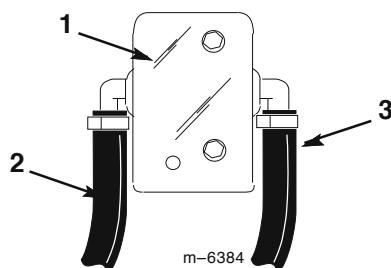

図16
14. 搅拌ホースに取り付けたS53 T字管の空いたフィッティングに短い1/2インチホースを接続し、このホースをボール・バルブ(小)アセンブリの後ろ側の1/2インチ鋸歯まで引く(図16)。
17. バイパス・ホースに取り付けたS53 T字管の空いたフィッティングに短い1/2 インチホースを接続し、このホースをボール・バルブ (小) アセンブリの前側の1/2 インチ鋸歯まで引く (図16)。